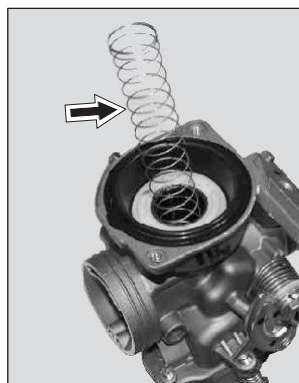

Fig.4.15A
- Retire el resorte del diafragma. (Fig. 4.15A)